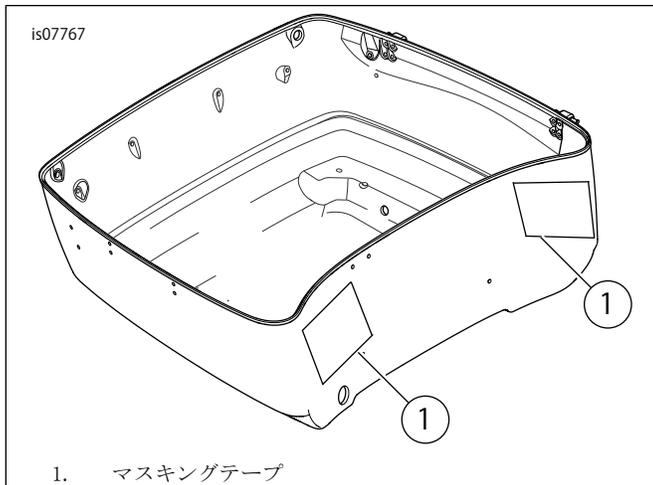

図1. スピーカーエンクロージャーマウント位置
1. 「図1」を参照してください。スピーカーマウントエリア(1)にマスキングテープを張ります。